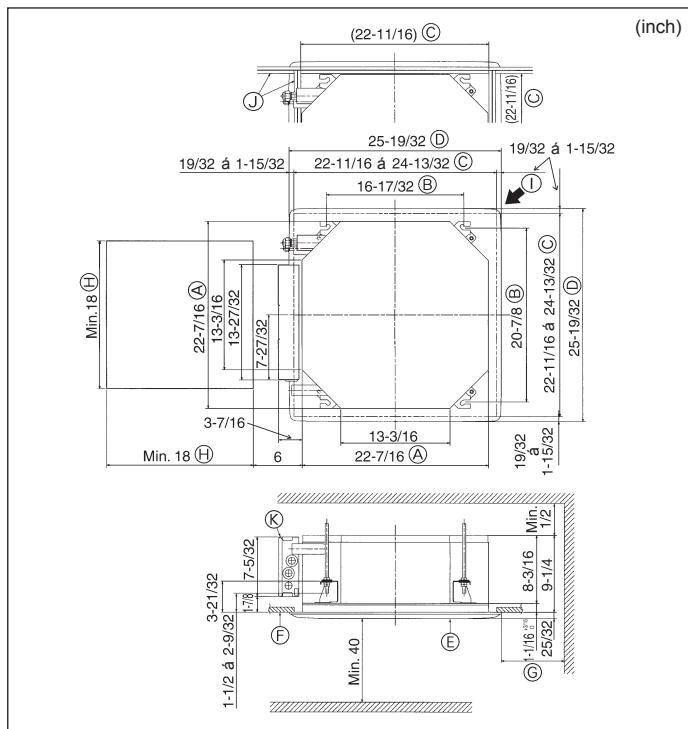

Fig. 3-2
①	Schéma d'installation	1
②	Rondelles (avec isolation) Rondelles (sans isolation)	4 4
③	Cache-tuyaux (pour le raccord des tuyaux de réfrigérant) Petit diamètre (liquide) Grand diamètre (gaz)	1 1
④	Courroie (grands) Courroie (petits)	6 2
⑤	Vis avec rondelle (M5 × 25) pour monter la grille	4
⑥	Prise d'écoulement	1
⑦	Isolation	1
3.2. Ouvertures dans le plafond et emplacement des boulons de suspension (Fig. 3-2)